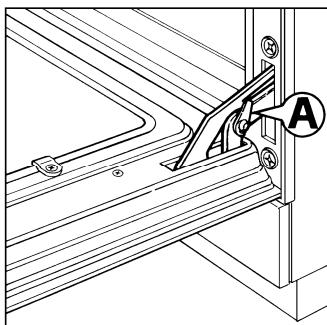

Рис. 4
- прицепить кольца “A” к соответствующим гнездам шарниров (Рис. 4);